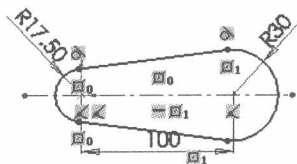

图 1-11 标注半径
Step14 标注半径。单击“尺寸/几何关系”工具栏中的“智能尺寸”按钮, 重新标注圆弧的半径尺寸, 如图 1-11 所示。